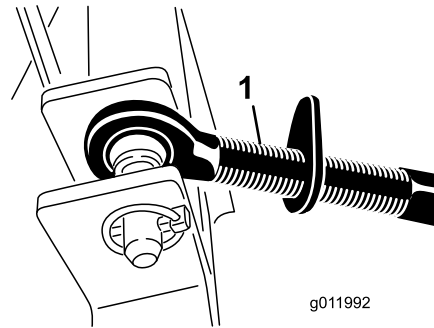

Figure 4
1. Insérez le bras de liaison supérieur dans les trous du support du souffleur, et fixez-le avec un axe de chape et une goupille à anneau (Figure 4).